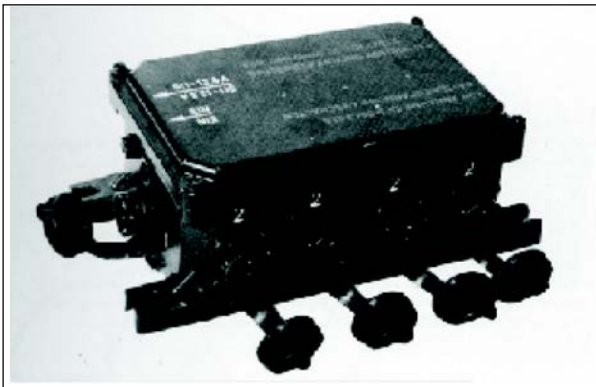

Fig 8-1. Estabilizador de tensão
**b. O estabilizador de tensão** (Fig 8-1) - Localizado na parte traseira interna da torre, acima e ligeiramente à esquerda da caixa de derivação rádio, tem por finalidade manter a tensão entre 24 e 29 V. Em sua face lateral, encontra-se um fusível que quando acionado, fecha o circuito da alimentação.